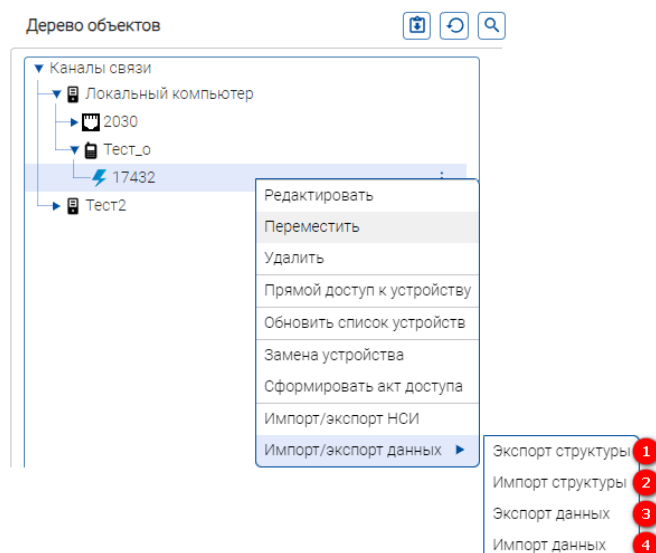
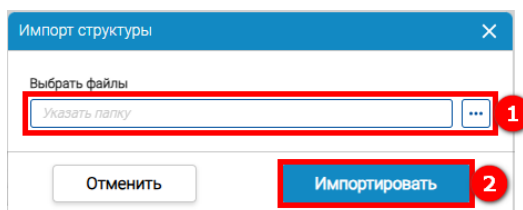
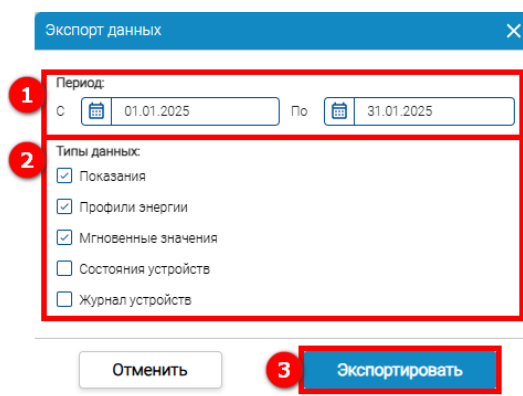
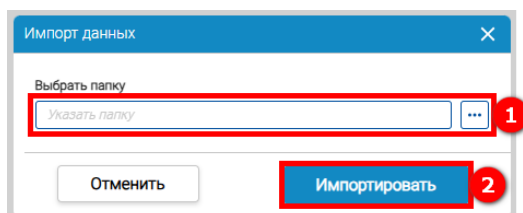

Рисунок 162 – Импорт/экспорт данных с помощью контекстного меню Древа объектов
Рисунок 163 – Импорт структуры
Рисунок 164 – Экспорт данных
Рисунок 165 – Импорт структуры
Для импорта/экспорта данных/структуры необходимо в дереве **Каналы связи** выбрать группу каналов связи, канал связи, в который будет осуществлен импорт/экспорт данных/структуры, далее нажать кнопку  и в открывшемся контекстном меню выбрать **Импорт/экспорт данных** (см. рисунок 162).
- **Экспорт структуры** (1) (см. рисунок 162) – будет автоматически экспортирована вся структура групп учета и устройств (в том числе будет экспортирована
- **Импорт структуры** (2) (см. рисунок 162) –будет загружена вся структура групп учета и устройств (в том числе будет импортирована информация о значениях показаний приборов учета). В открывшемся окне необходимо нажать кнопку  (1) (см. рисунок 163) и указать путь к папке с ранее экспортируемыми файлами, далее нажать кнопку **Импортировать** (2).
- **Экспорт данных** (3) (см. рисунок 162) – будет экспортирована информация об отдельных значениях показаний приборов учета, указанных при настройке. В открывшемся окне необходимо указать период (1) (см. рисунок 164) и соответствующими отметками выбрать тип данных, информация по которым будет экспортирована (2) – **Показания, Профили энергии, Мгновенные значения, Состояния устройств, Журнал устройств**. Далее нажать кнопку **Экспортировать** (3).
- **Импорт данных** (4) (см. рисунок 162) – будут загружена информация о значениях показаний приборов учета. В открывшемся окне необходимо нажать кнопку  (1) (см. рисунок 165) и указать путь к папке с ранее экспортируемыми файлами, далее нажать кнопку **Импортировать** (2).